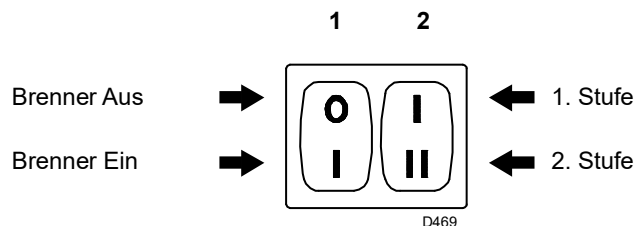
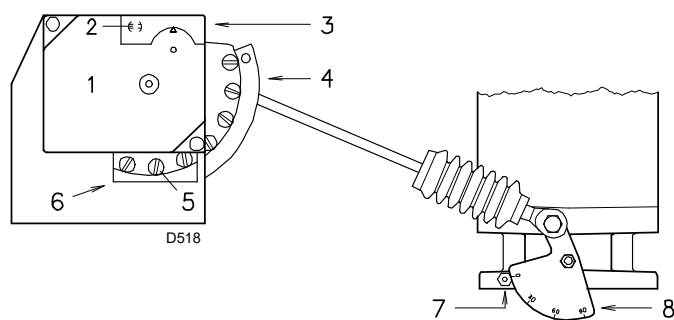

Abb. 22
Abb. 23
- den Schalter 1)(Abb. 22) auf „**BRENNER GEZÜNDET**“ stellen;
- den Schalter 2)(Abb. 22) auf „**1. STUFE**“ stellen.
In der vorhergehenden Beschreibung wurde der Brenner in der 1. Stufe in Betrieb belassen. Nun den Schalter 2)(Abb. 22 auf Seite 23) in die Position der 2. Stufe stellen. der Stellantrieb öffnet gleichzeitig die Luftklappe und die Gasdrossel auf 90°.
Das Endprofil des Nockens 3)(Abb. 23) durch Drehen der Schrauben 5) schrittweise ändern.
Den Schalter 2)(Abb. 22 auf Seite 23) in die Position der 1. Stufe bringen: der Stellantrieb 1)(Abb. 23) schließt die Luftklappe und gleichzeitig die Gasdrossel auf 15°, d. h. auf die werkseitige Einstellung.
- Zur Erhöhung durch Betätigen des Schalter 2)(Abb. 22 auf Seite 23) auf die 2. Stufe schalten und den Winkel des orangefarbenen Hebels mit kleinen Verstellungen schrittweise vergrößern, d. h. vom Winkel 15° auf 17° - 19° bringen... Schließlich wieder auf die 1. Stufe schalten und den Gasdurchsatz messen.
Das Ausgangsprofil des Nockens 3)(Abb. 23) durch Drehen der Schrauben 4) schrittweise ändern. Sofern möglich, die Schraube nicht drehen: mit dieser wird die Luftklappe ganz geschlossen.
Den Brenner über den Schalter 1)(Abb. 22 auf Seite 23) abschalten und die Zwischenschrauben des Nocken so einstellen, dass die Nockeneneigung progressiv erfolgt.